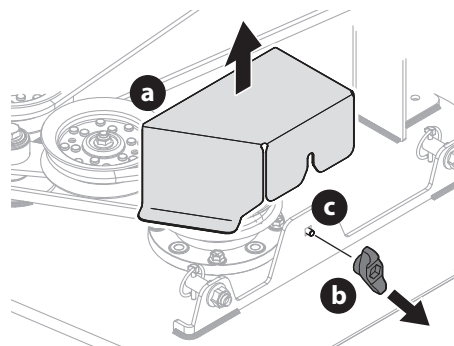

Fig. 39
- Pour retirer les couvercles de courroie (a), retirez les boutons à ailettes (b) des vis du chariot (c) qui les fixent au plateau de coupe (Fig. 39).